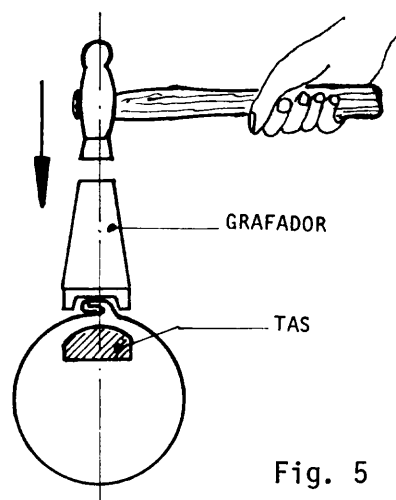

Fig. 5
- ___ d Coloque el grafador sobre los bordes plegados de las chapas. Con un martillo golpee sobre la chapa hasta alcanzar el cierre completo de la unión (fig. 5).